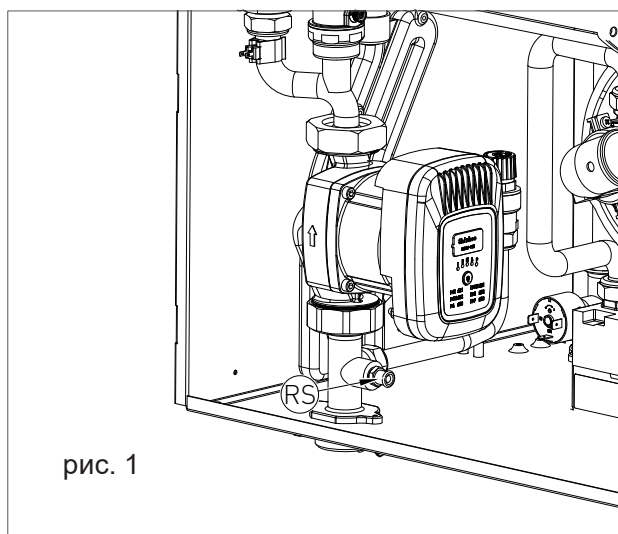

рис. 1
- › откройте замки (1-рис. 1) с помощью треугольного ключа;
- › Одновременно возьмитесь за опорные кронштейны панели управления (рис. 1), ослабив их, и поверните панель вниз;
- › отверните четыре крепежных винта 1 - рис. 1;
- › Поверните кран опорожнения системы 'RS' (рис. 1).